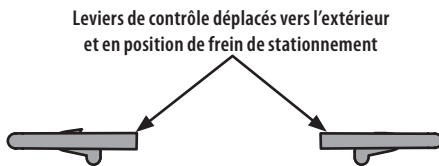

Fig. 19
1. L'opérateur doit être assis sur le siège du tracteur avec les leviers de contrôle de la barre abdominale complètement sortie et en position de stationnement (Fig. 19). Reportez-vous à la rubrique Consignes de sécurité pour obtenir de plus amples directives.